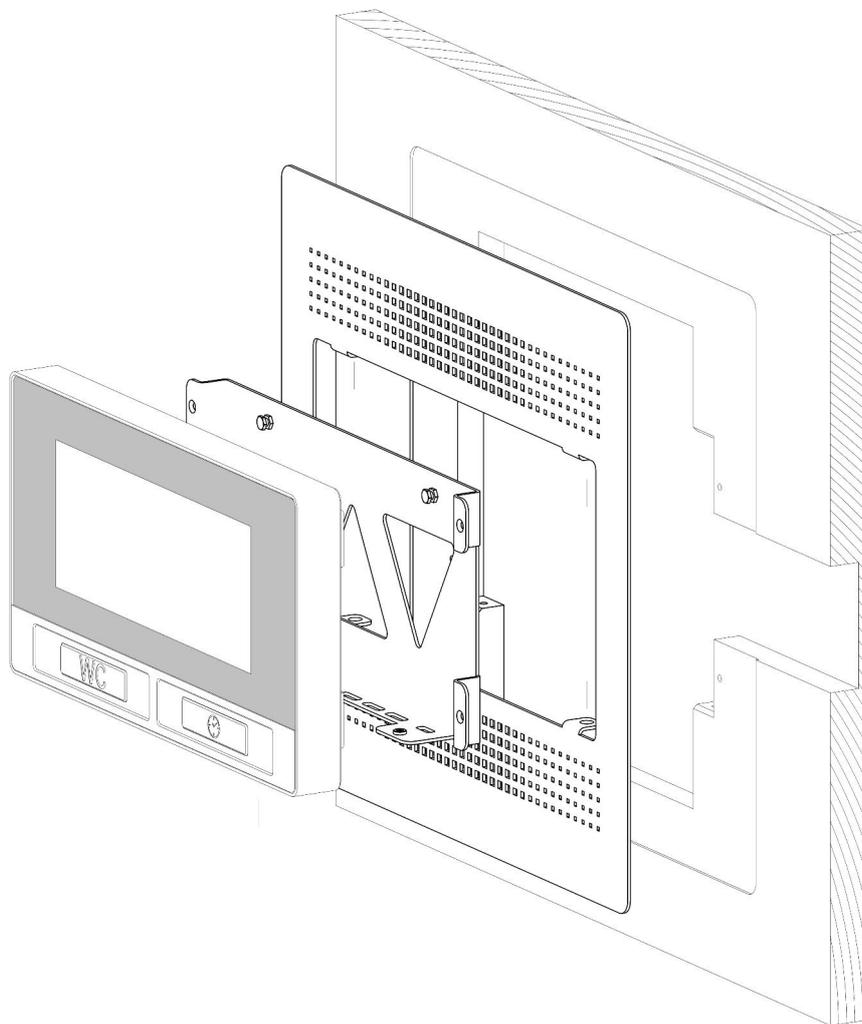

Рис.5 Кожух ПИи АДБ.741120.046-10. Монтажная схема
4.4.1.1 На штатное место в купе инвалида установить кожух ПИи (см. монтажную схему рис.5) в следующей последовательности: